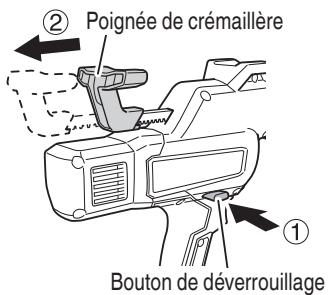

Fig. 19
(3) Tout en appuyant sur le bouton de déverrouillage du corps principal pour libérer le verrou, tirez la poignée de crémaillière vers l'arrière pour rapprocher le piston du côté du corps principal. (Fig. 19)
(1) Appuyez sur le bouton de déverrouillage du corps principal pour libérer le verrou, puis tirez la poignée de crémaillière vers l'arrière pour rapprocher le piston du côté du corps principal. (Fig. 19)